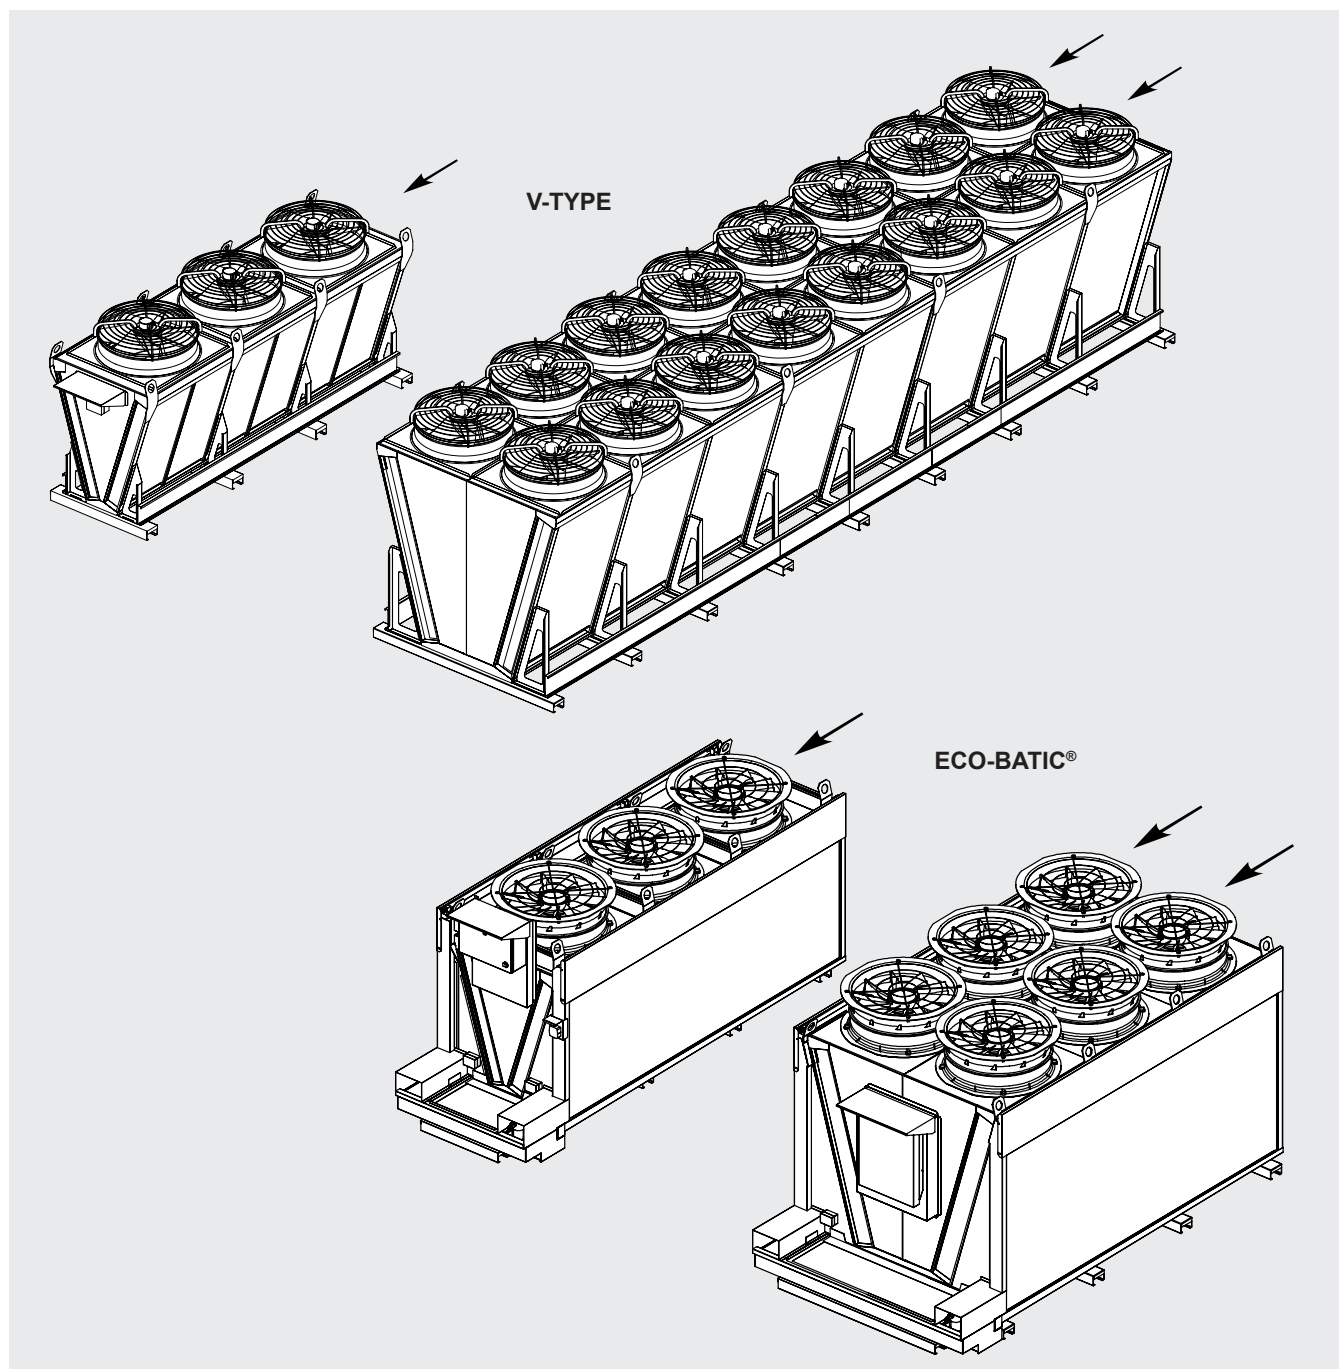

Figura 1
- 3.1 I modelli V-Type, condensatori, gas cooler, dry cooler, e i modelli Eco-Batic® - serie AV possono essere a singola o doppia bancata ovvero possono avere una o due file di motoventilatori. Si veda la Figura 1.